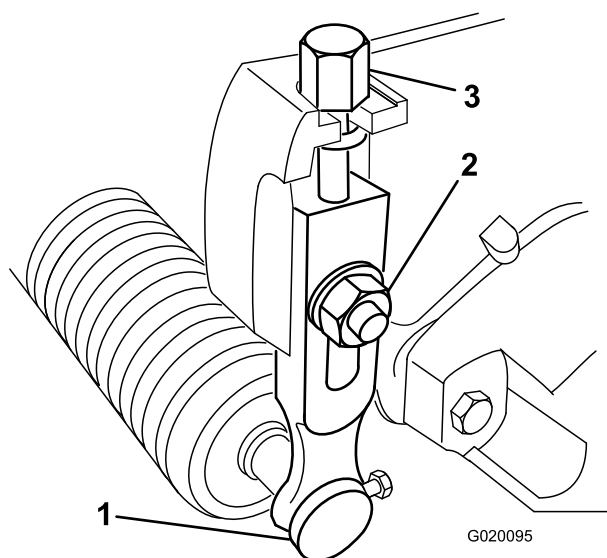

Figure 8
1. Desserrez les contre-écrous qui fixent les bras de hauteur de coupe aux plaques latérales du plateau de coupe (**Figure 8**).